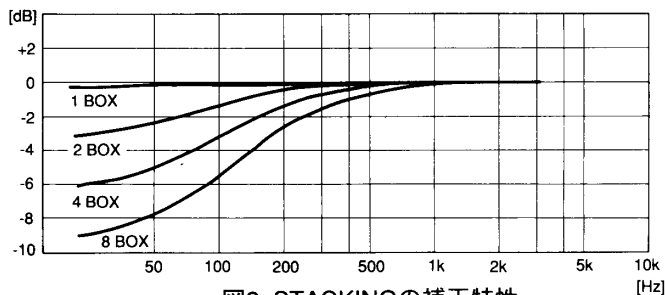

図2. STACKINGの補正特性
- **STACKING** スタッキングによる低音域レベルアップの補正の設定 (LF出力で補正、図2参照)